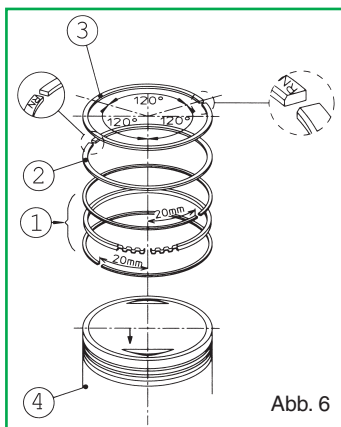

Abb. 6
- Den Ölstreiferspreizer in die entsprechende Nut am Kolben einfügen, das untere Ölstreiferelement, dann das obere anfügen und so die Montage des Ölstreifers vervollständigen (Abb. 6 - Teil. 1).
- Den zweiten Kolbenring mit der Prägung N zum oberen Teil des Kolbens gerichtet montieren, siehe dazu Abb. 6 - Teil. 2.
- Den ersten Verdichtungsring mit der Prägung N zum oberen Teil des Kolbens gerichtet einfügen, siehe dazu Abb. 6- Teil 3.
- Die Kolbenringstöße wie angegeben ausrichten, siehe dazu Abb. 6.
- Den Kolben auf das Pleuel legen und den neuen Kolbenbolzen einfügen. Sicherstellen, dass der am Kolbenboden eingeprägte Pfeil nach zum Auslass gerichtet ist (Abb. 6 - Teil 4).
- Erneut kontrollieren, dass die Kolbenringstöße richtig ausgerichtet sind, siehe Abb. 6.